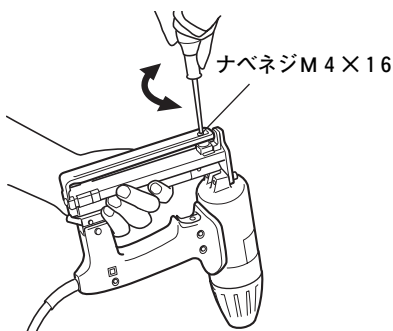
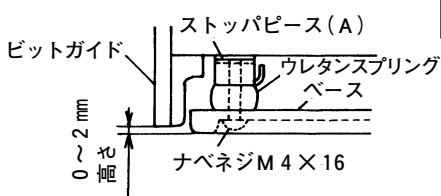

図 6
図 7
- ナベネジ M4 × 16 を回して、打ち込み深さが適当になるようにベース高さを調整します。ナベネジをゆるめるとステープルが浮く方向になります。(図 6, 図 7)
- 注** • ベースの高さは、ナベネジ M4 × 16 により 0 ~ 2 mm の範囲内で調整してください。高さを 0 以下にすると、ウレタンスプリングが破損することがあります。また 2 mm 以上にすると、ステープルが曲がって打たれる場合があります。(図 7)